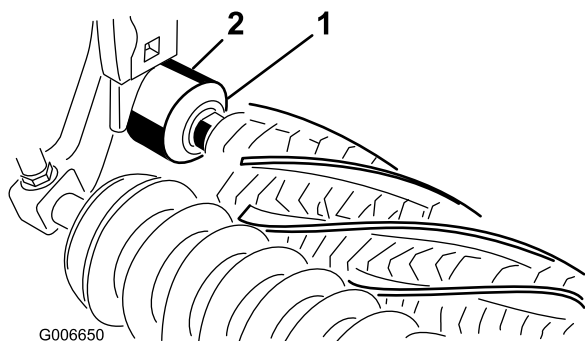

Figura 12
24. Verificate che il bordo di tenuta di ogni guarnizione sfiori la sede del relativo cuscinetto (Figura 12).